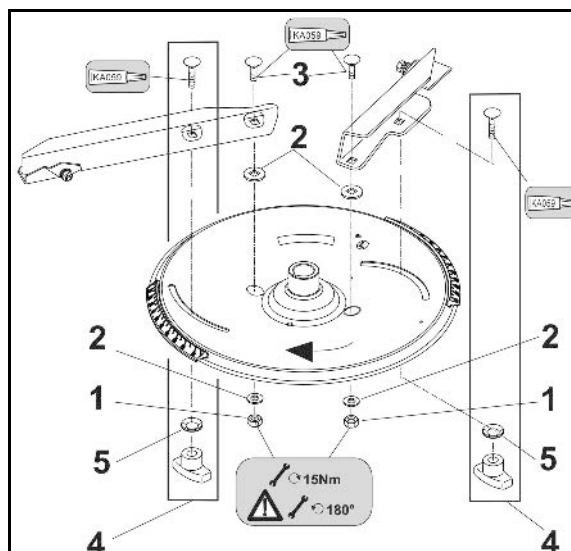

Fig. 115
1. guardando nel senso di marcia (vedere freccia) allentare su ambo i lati i controdadi posteriori (Fig. 115/1), ruotando in senso antiorario.
2. guardando nel senso di marcia (vedere freccia) ruotare uniformemente verso sinistra i dadi esagonali (Fig. 115/2).
Lo spazio di regolazione dei dadi (Fig. 115/2) deve essere identico su ambo i lati del piano del nastro. Non ruotare i due dadi esagonali (Fig. 115/2) per più di $\frac{1}{2}$ rotazione della chiave. Serrare i controdadi e controllare che il nastro trasportatore venga azionato di nuovo in modo uniforme.